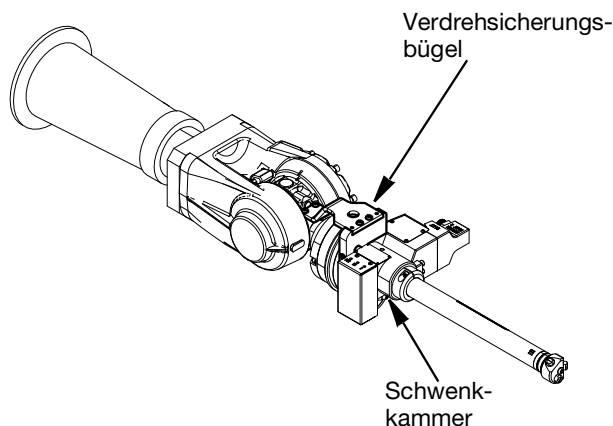

FIG. 3
Nachdem die Switch 3D-Pistole am Roboter montiert wurde, müssen die Verdrehsicherungsbügel mit den Sechskantschrauben am Schwenkgehäuse (619) und am Befestigungspunkt am Roboter befestigt werden. Die exakte Montage der Verdrehsicherungsbügel hängt vom verwendeten Roboter und dem verwendeten Bausatz ab. Ein Installationsbeispiel finden Sie in FIG. 3, die Teilenummer der Schwenkkammer auf Seite 31.